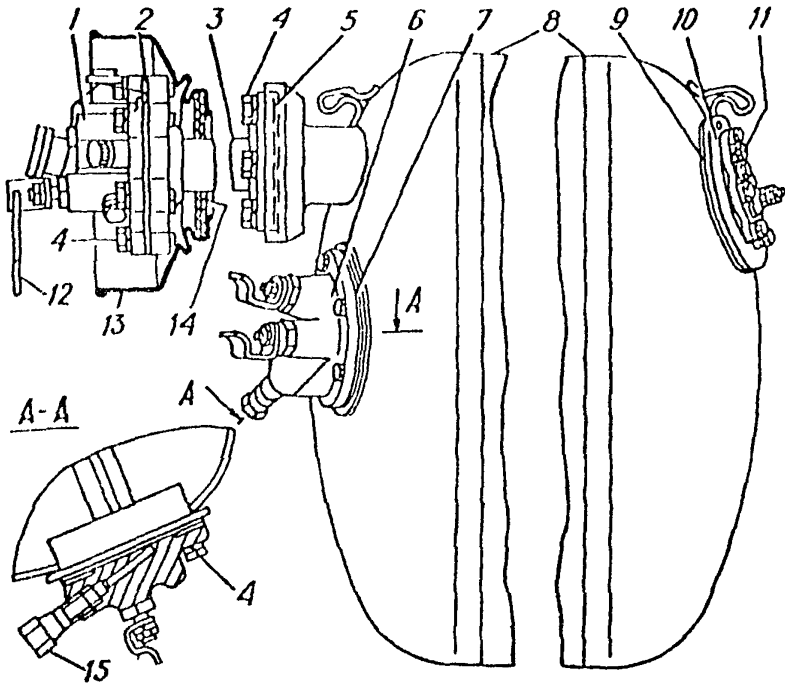

Рис. 5.17. Газовый баллон с арматурой
1) надеть на переходную трубу 3 (рис.5.17) защитный чехол I3 и разрезные уплотняющие кольца I4, заправить кольца в чехол как показано на рисунке, направив разрезы колец в противоположные стороны;